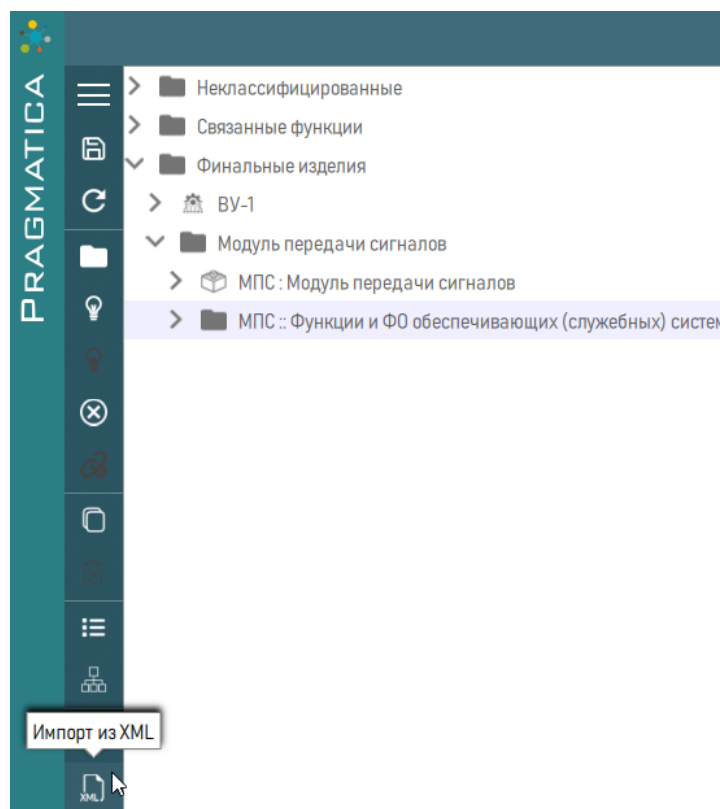

Рисунок 186 – Выбор папки для импорта
1) В рабочем окне модуля выбрать папку, в которую будет выполняться импорт, или, при необходимости, создать новую папку (рисунок 186).